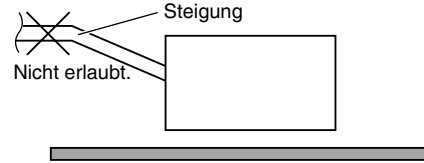

Abb. 3-65-3
- Das Rohr nicht so einbauen, dass es von der Anschlussstelle aus ansteigt. In diesem Fall fließt das Ablaufwasser zurück in das Gerät, was nach dem Ausschalten eine Undichtigkeit verursacht. (Abb. 3-65-3)